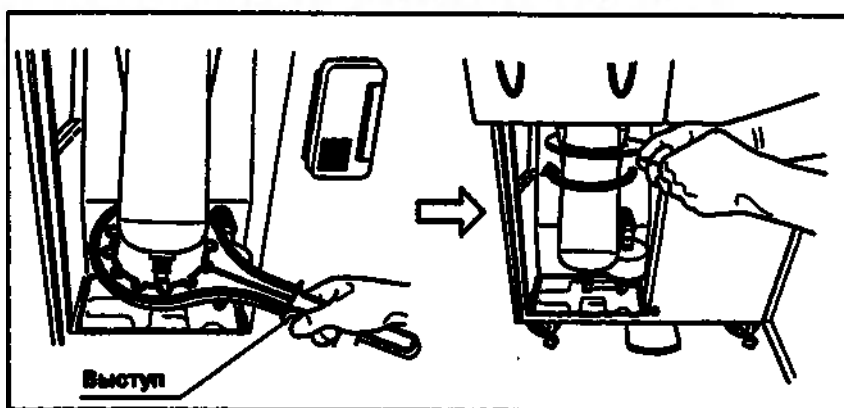

Рис. 4.14
3. Инструмент для присоединения/отсоединения корпуса водяного фильтра накладывайте в наклонном положении, начиная с нижней части корпуса водяного фильтра, таким образом, чтобы он не задевал воздушный фильтр и поверните инструмент, как показано на рис. 4.14, для ослабления крепления корпуса водяного фильтра.